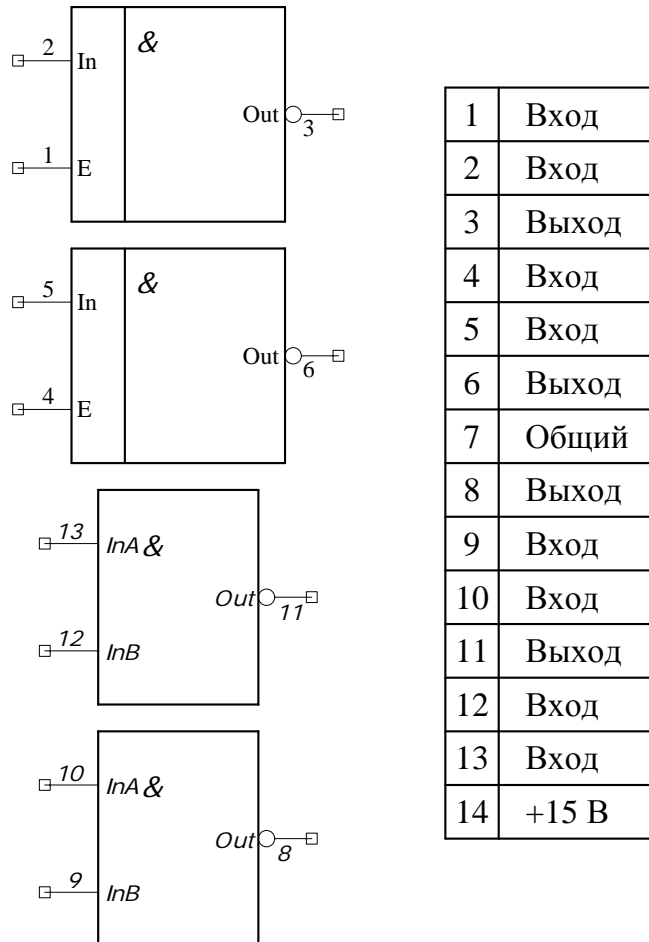

Рис.4.3.3
• В диалоговом окне **Component Information** нажать кнопку **Pin Views**. В результате появится заготовка таблицы упаковочной информации. Заполнять таблицу необходимо в соответствии с цоколевкой элемента (рис.4.3.3).